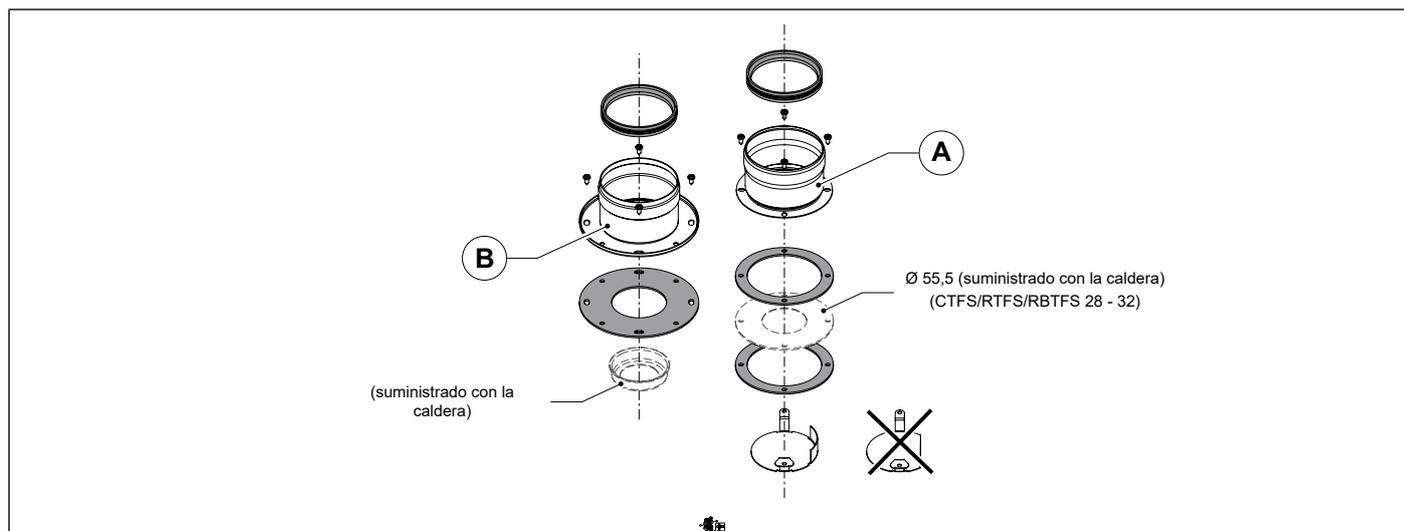

Fig. 13 OSDOPPIA13
- Instalar el deflector de aire específico (ver Fig. 13 OSDOPPIA13).